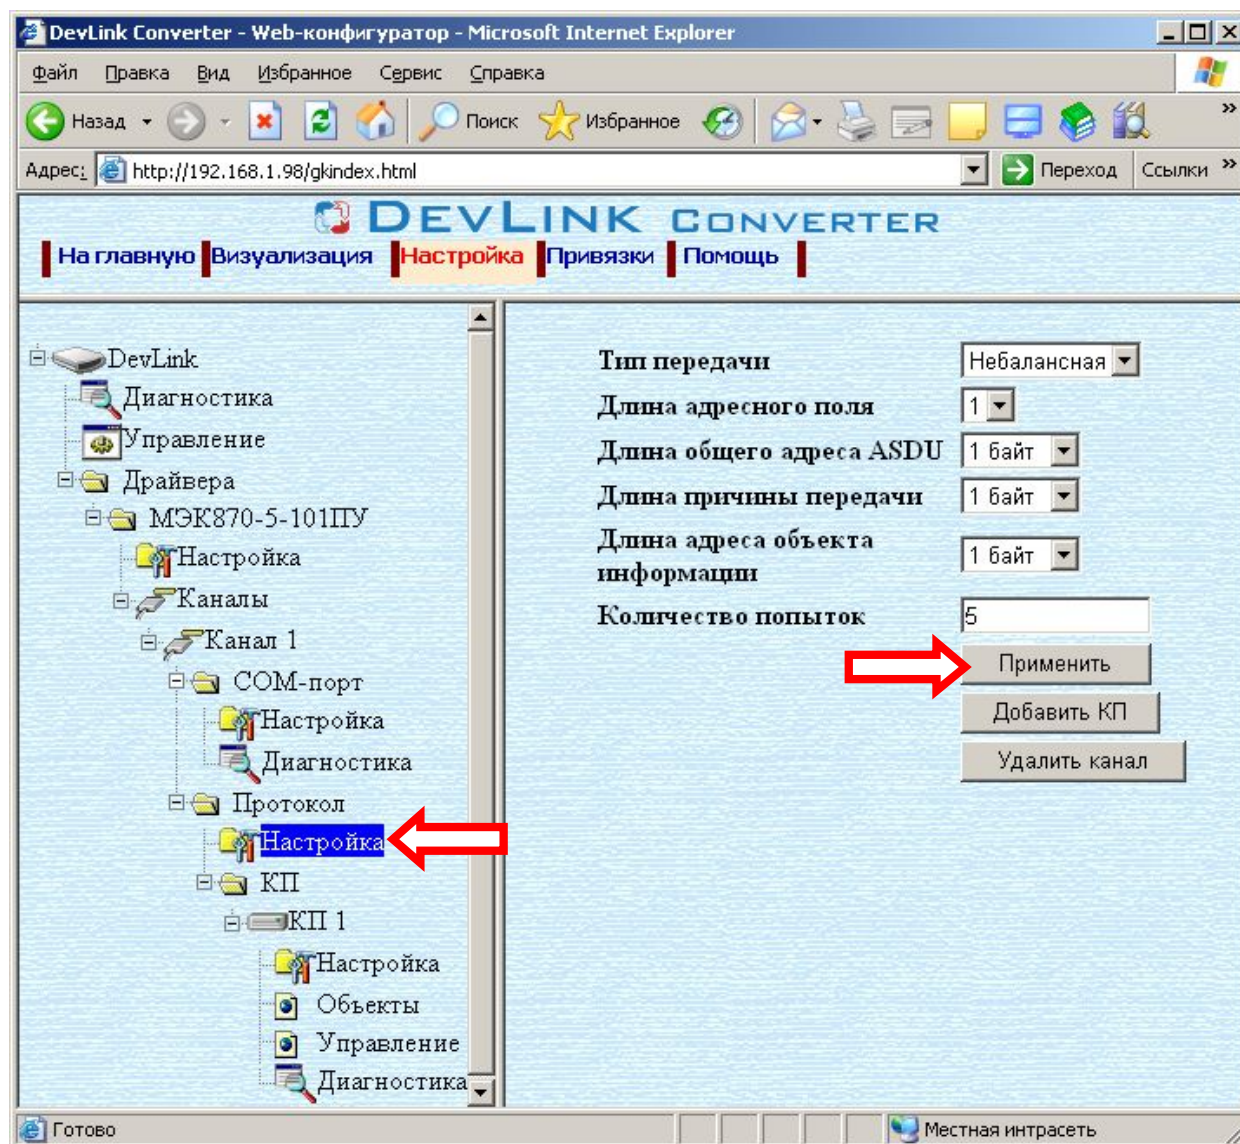

Рисунок 3.11 – Настройка протокола
- Выберите в дереве объектов *папку «Настройка»* протокола нужного канала драйвера (рисунок 3.11).
- С помощью элементов управления задайте необходимые установки и нажмите кнопку «Применить» (рисунок 3.11).